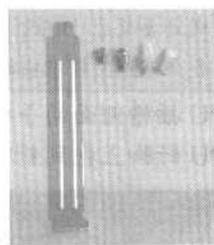

图 1-5 挡板、螺丝和定位卡
- ❖ 拆卸机箱后一定要核对零件包。零件包至少包括螺丝、定位卡和挡板等物品，如图 1-5 所示。